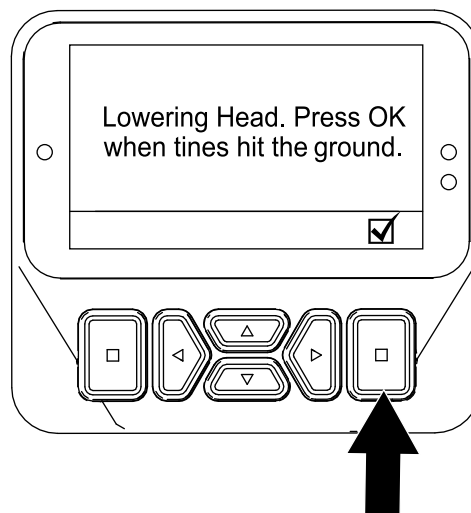

Figura 64
6. Cuando cualquier taladro toca el suelo, pulse el botón de selección en la pantalla Lowering Head (Bajada de cabezal) (Figura 64).